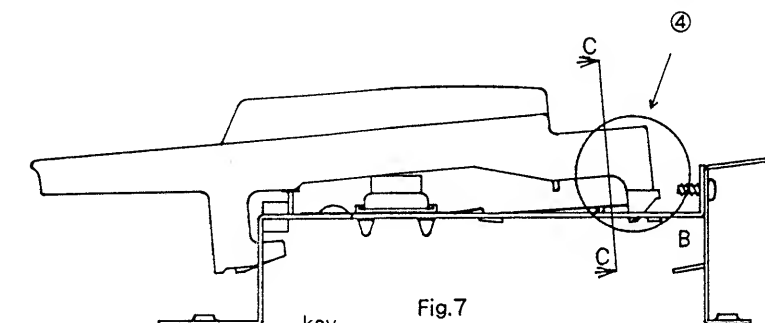
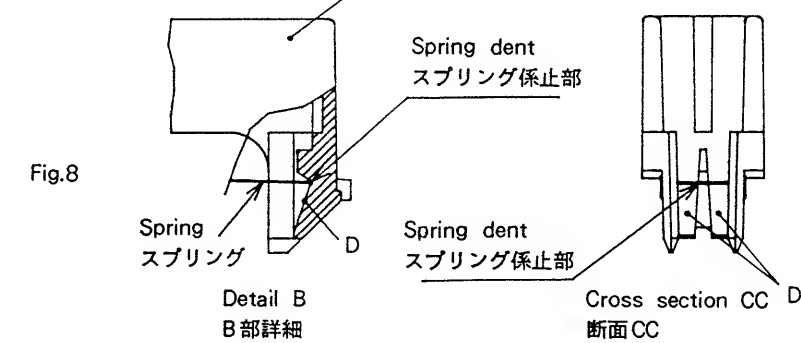

Fig.7
Fig.8
2. Referring to Fig.7 and Fig.8, fit the spring in the spring dent and press the key in the direction of ④.
Firmly rest the spring on the spring dent (Fig.8).
注) スプリングを Fig.8 に示すスプリング係止部に確実に係止させてください。スプリングが斜面Dに止まっていると、正常なキータッチが得られません。
2. Fig.8 に示すようにスプリングをスプリング係止部にあて、Fig.7 の方向④にキーを押し込む。